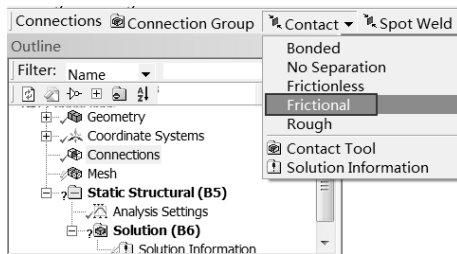

图 13-56 添加接触设置
Step3：选择 Connections 工具栏中的 Contacts Frictional 命令，如图 13-56 所示，此时在 Connections 下面出现一个 ? Frictional - base1 To No Selection 图标，表示接触还未设置。